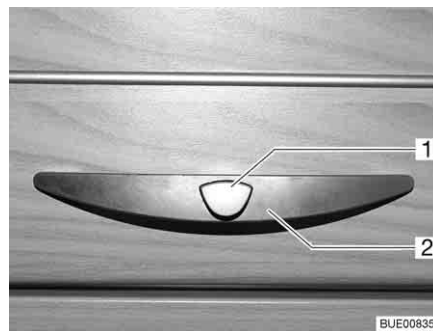
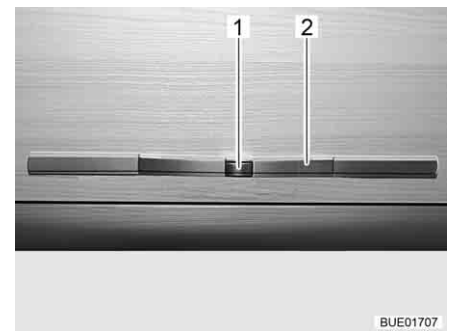

Bild 52 Skåplucka med handtag (exempel)
Bild 53 Skåplucka med handtag (alternativ)
- Tryck på låsknappen (Bild 52,1 eller Bild 53,1) på handtaget (Bild 52,2 eller Bild 53,2) och håll den nedtryckt.